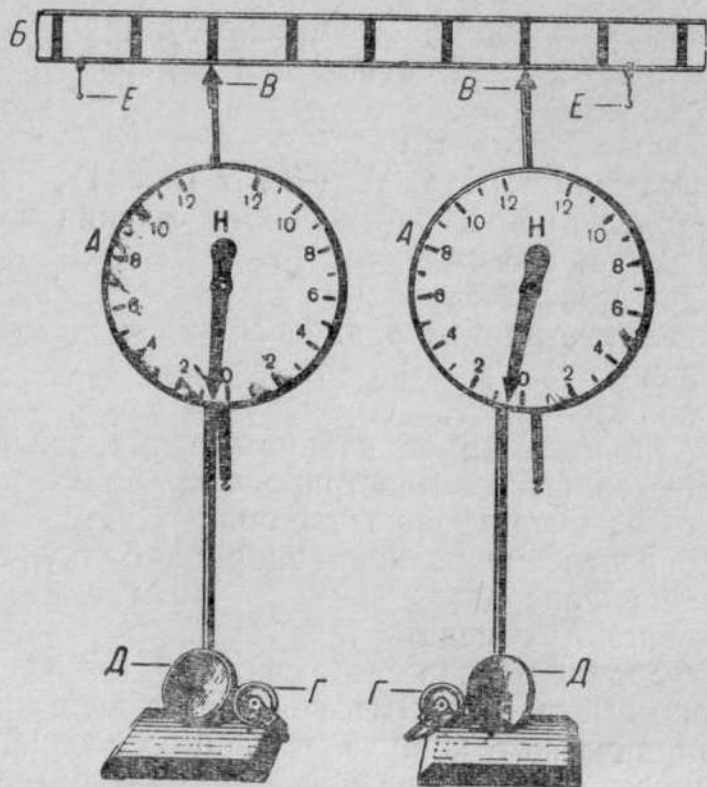
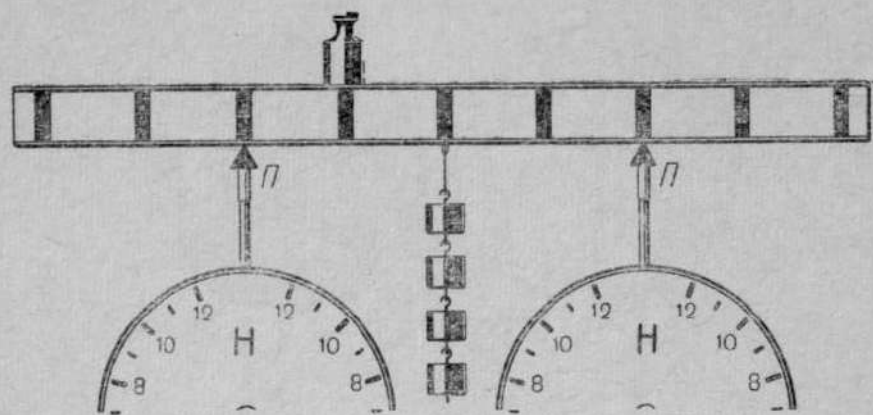

Рис. 1.
Рис. 3.
Динамометры демонстрационные с круглой шкалой до 12 Н (рис. 1) служат для измерения сил в опытах по механике.
- 1) два динамометра A до 12 Н (рис. 1);
Модель балки (рис. 1) имеет двутавровое сечение, что придает ей достаточную жесткость при незначительном весе и, кроме того, дает возможность на верхнюю площадку ставить гири (нагрузка при этом не должна быть более 10 н), а на нижнюю — подвешивать с помощью крючков гири или грузы по механике (рис. 3). По ребру балки с обеих сторон нанесена шкала с девятью черными делениями. В качестве опор при установке балки на динамометрах служат призмы *П*, которые насаживаются на стержень динамометра.